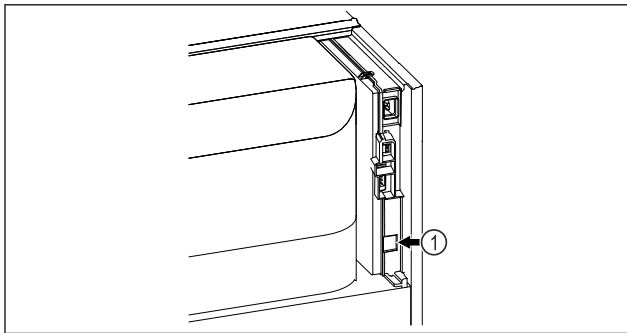

Fig. 88
- SmartModule Fig. 88 (1) è inserito.